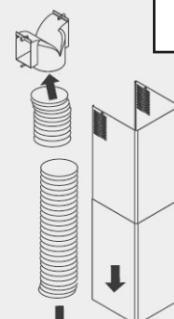

Рис.9
- Подготовьте трубу, располагая ее так, чтобы отверстия под шурупы оказались в нижнем положении (**рис.9**).